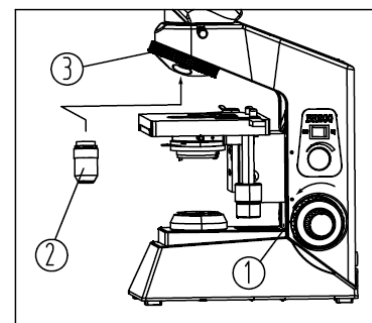

Figura 5
## ■ Ensamblaje de los objetivos (figura 5)
1. Baje la platina mecánica, mediante el mando de enfoque macrométrico, hasta una posición que permita colocar los objetivos (Figura 5).